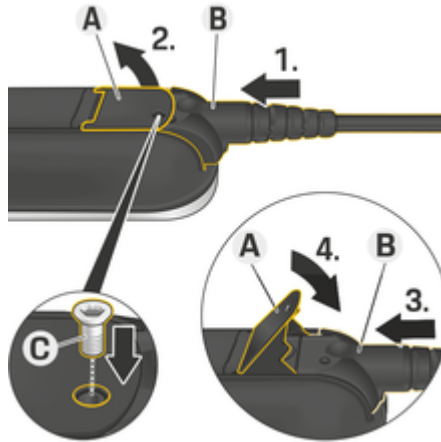

Fig. 59 Ligar cabos e fixar fichas
- ✓ A alavanca **A** (Fig. 59) está fechada.
1. Introduza a ficha **B** (Fig. 59) na unidade de comando até sentir resistência.
5. Fixe a ficha **B** na unidade de controle com o parafuso **C** (Fig. 59).